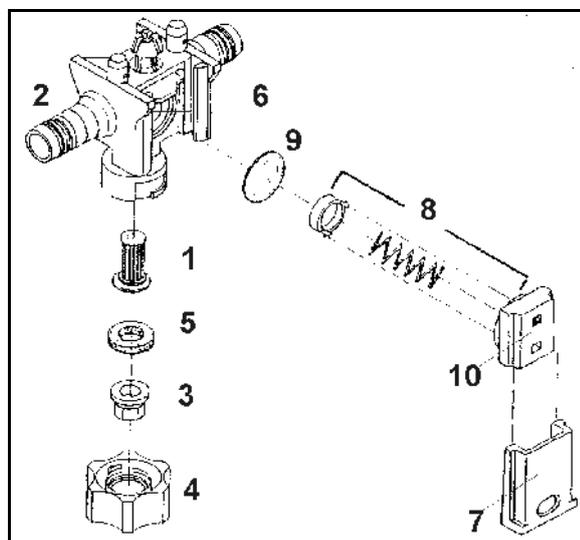

Fig. 177
Kontrollieren Sie von Zeit zu Zeit den Sitz des Schiebers (Fig. 177/7).
- Hierzu den Schieber so weit in den Düsenkörper (Fig. 177/2) einschieben, wie dies mit mäßiger Daumenkraft möglich ist.
1. Den Düsenfilter (Fig. 177/1) von unten in den Düsenkörper (Fig. 177/2) einsetzen.
2. Die Düse (Fig. 177/3) in die Bajonettmutter (Fig. 177/4) einlegen
3. Gummidichtung (Fig. 177/5) oberhalb der Düse einlegen.
Ablagerungen am Membransitz (Fig. 177/6) sind die Ursache für ein **nicht** nachtropffreies Abschalten der Düsen bei abgeschaltetem Gestänge. Dann die entsprechenden Membrane wie folgt reinigen:
1. Den Schieber (Fig. 177/7) aus dem Düsenkörper (Fig. 177/2) in Richtung Bajonettmutter herausziehen.
2. Das Federelement (Fig. 177/8) und die Membrane (Fig. 177/9) herausnehmen.
3. Den Membransitz (Fig. 177/6) reinigen.
Auf die richtige Einbaurichtung des Federelementes achten. Die rechts und links abgesetzten, ansteigenden Kanten am Gehäuse des Federelementes (Fig. 177/10) müssen beim Einbau in Richtung Gestängeprofil ansteigen.